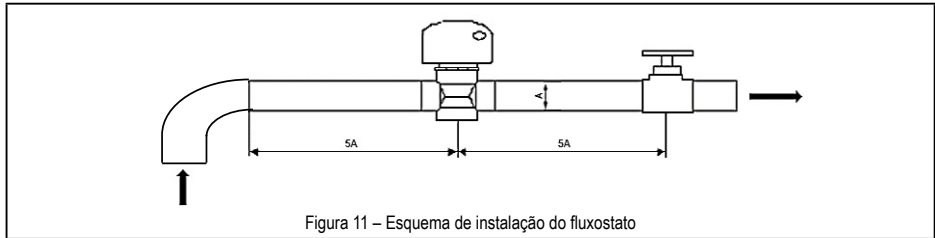

Figura 11 – Esquema de instalação do fluxostato
- O fluxostato deve ser instalado em um trecho de tubulação linear e deve haver um espaçamento de mais de cinco vezes o diâmetro do tubo para cada lado do fluxostato (veja figura 11). A direção do fluxo hidráulico deve acompanhar a seta indicada no controlador do fluxostato. Lembre-se de instalar o dispositivo em posição que facilite a operação e manutenção.